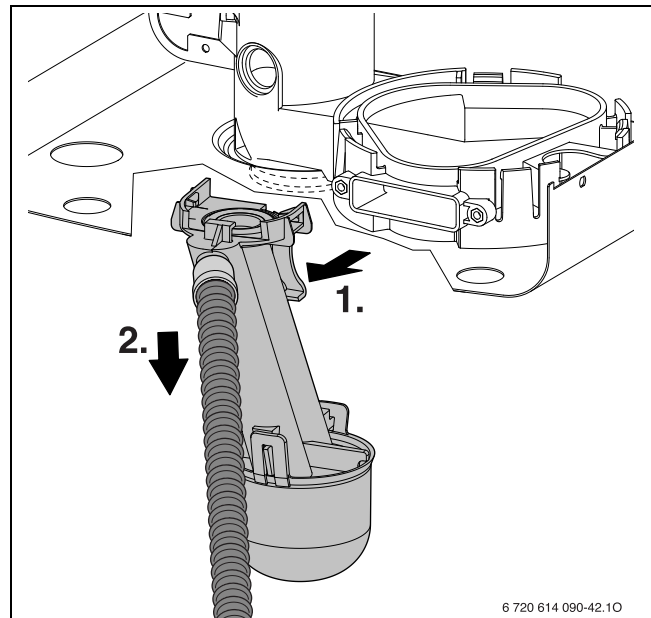

Bild 56
- ▶ Kondensatsiphon ausbauen (→ Bild 56) und geeignetes Gefäß unterstellen.